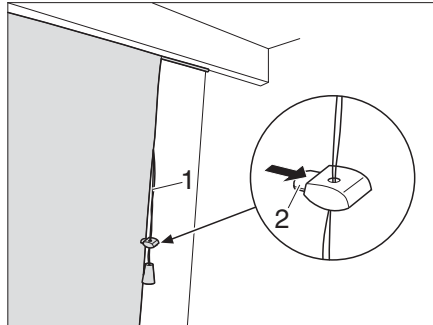

Fig. 81 Persiana plisada
- Tirar de la cuerda (Fig. 81,1) hacia abajo. La persiana es tirada de las bandas hacia arriba y plisada.
- Apretar la pinza (Fig. 81,2) en el soporte y desplazar el soporte a la posición deseada.
- Apretar la pinza (Fig. 81,2) en el soporte.